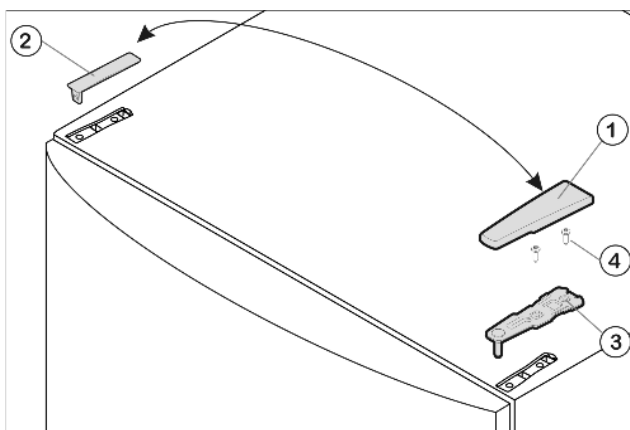

Fig. 4
- Kryt Fig. 4 (1) stáhněte dopředu a kryt Fig. 4 (2) sejměte.
- Horní stojan ložiska Fig. 4 (3) odšroubujte (2 krát Torx 25) Fig. 4 (4) a stáhněte nahoru.
- Horní stojan ložiska Fig. 4 (3) vložte na nové straně závěsu do dveří.
- Horní stojan ložiska přišroubujte (2x Torx 25) Fig. 4 (4). Díry pro šrouby případně předem propíchněte nebo použijte akumulátorový šroubovák.
- Kryt Fig. 4 (1) a kryt Fig. 4 (2) zatlačte vždy na opačné straně.